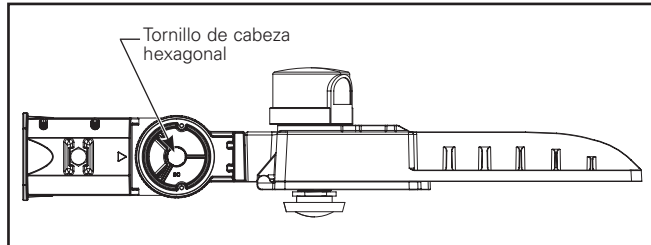

Figura 4.
- Ajuste el conector deslizante al ángulo deseado aflojando el tornillo hexagonal central lo suficiente para girarlo y ajústelo. Vuelva a apretar el tornillo hexagonal central a 120 in-lb (13,6 Nm) para asegurarlo (Figura 4).